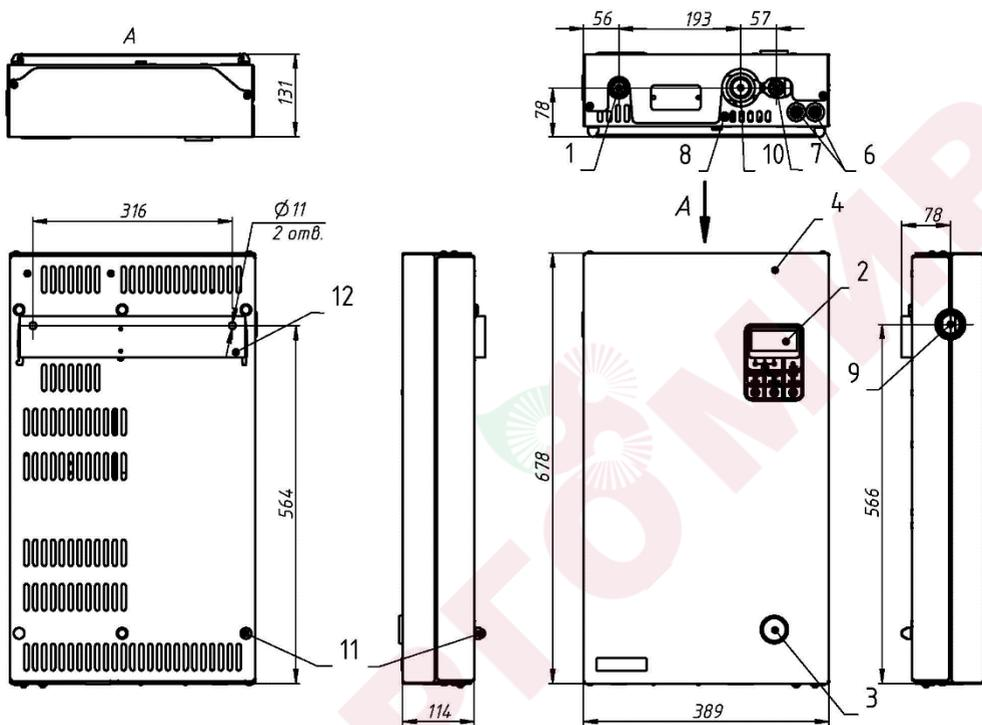
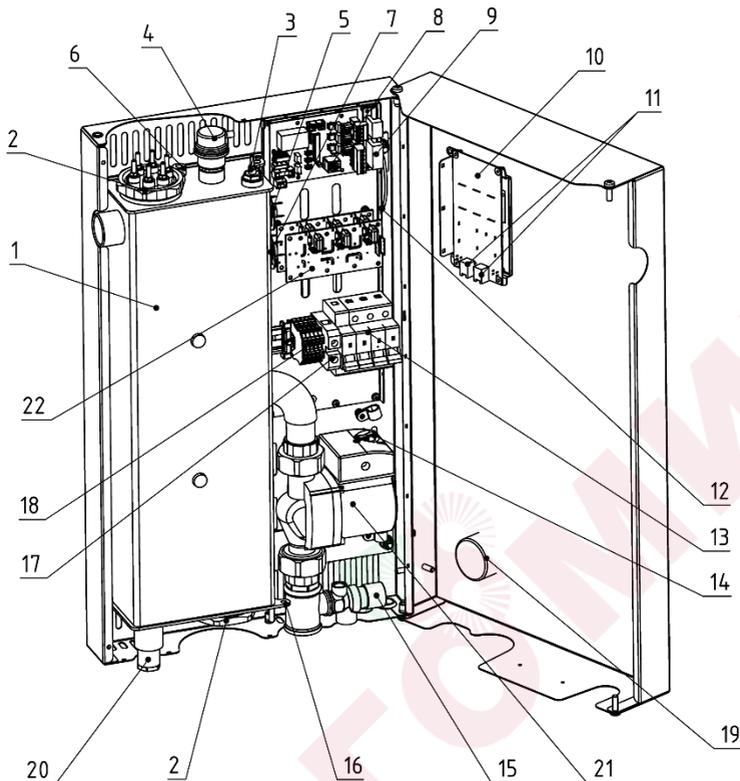

Рис. 1. Габаритно - присоединительные размеры
Рис. 4. Устройство прибора
4.3 Прибор (Рис. 4) состоит из теплоизолированного бака (1) с патрубками (Рис. 1) входа (10) и выхода (9) воды.
4.4 В баке, в зависимости от модели, (Рис. 4) установлены один или два блока нагревательных элементов (2). Блок-ТЭНы, изготовленные из нержавеющей стали, скомпонованы в три ступени мощности.